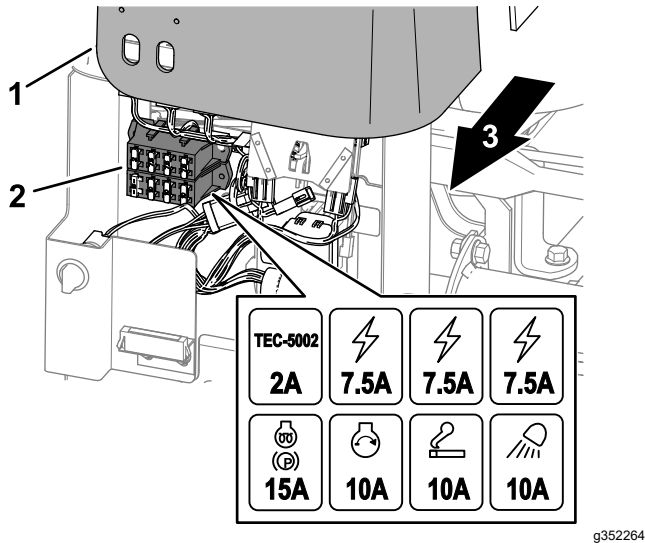

Figura 70
1. Sollevate la protezione dal braccio di comando (Figura 70).
2. Individuate il fusibile aperto nel portafusibile o nel portafusibili (Figura 70).
4. Montate la protezione sul braccio di comando (Figura 70).